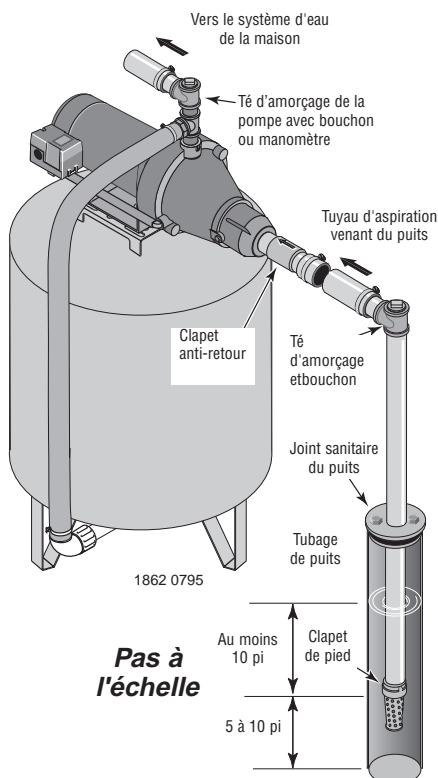

Figure 2 : Installation dans un puits à tubage
INSTALLATION SUR UN PUIT À TUBAGE DE 2 POUCHES DE DIAMÈTRE OU PLUS GRAND (voir la Figure 2)
- 2 ° Brancher le clapet de pied, la crépine et le tuyau du puits (voir la Figure 2). S'assurer que le clapet de pied fonctionne librement.
- 4 ° Poser le té d'amorçage, le bouchon d'amorçage et le tuyau d'aspiration sur la pompe (voir la Figure 2). Brancher le tuyau provenant du puits sur l'orifice d'aspiration de la pompe en utilisant le moins possible de raccords - en particulier des coudes - étant donné que les raccords augmentent le frottement de l'eau dans les tuyaux (il faut toutefois ajouter un clapet de pied — voir la Figure 2). Le diamètre du tuyau d'aspiration doit être au moins aussi grand que le diamètre de l'orifice d'aspiration de la pompe. Utiliser du ruban téflon ou de la pâte pour raccords filetés à base de téflon sur les raccords filetés. Supporter le tuyau de façon qu'il ne soit pas cintré afin qu'il n'exerce pas de contraintes sur le corps de la pompe; de plus, il doit être légèrement incliné vers le haut, du puits jusqu'à la pompe (les points hauts risquent de causer des poches et des bouchons d'air dans la pompe). Rendre étanches les raccords du tuyau d'aspiration avec du ruban téflon ou une pâte pour raccords filetés à base de téflon. Les raccords doivent être étanches à l'air et à l'eau. *Si le tuyau d'aspiration aspire de l'air, la pompe ne pompera pas l'eau du puits.*